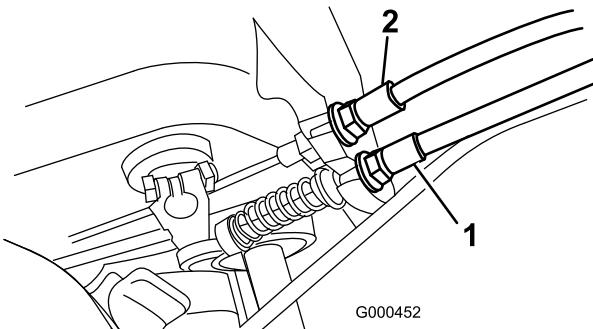

Bild 45
2. Wenn Sie die Zugspannung erhöhen möchten, lösen Sie die Klemmmutter des vorderen Zugs und ziehen Sie die Klemmmutter des hinteren Zugs an (Bild 45), bis eine Kraft von 5,4 bis 7,3 kg benötigt wird, um den Fahrantrieb zu aktivieren.